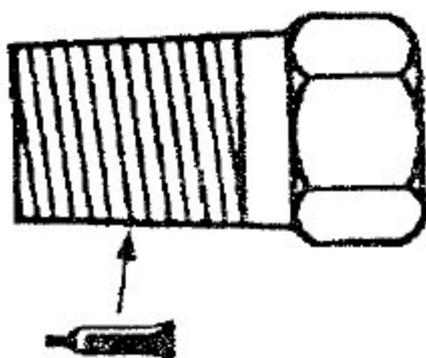

图 8-11
A). 在气缸体放水阀的螺纹上涂上规定的密封剂, 按规定力矩拧紧见图 8-11; 密封剂: LT5699